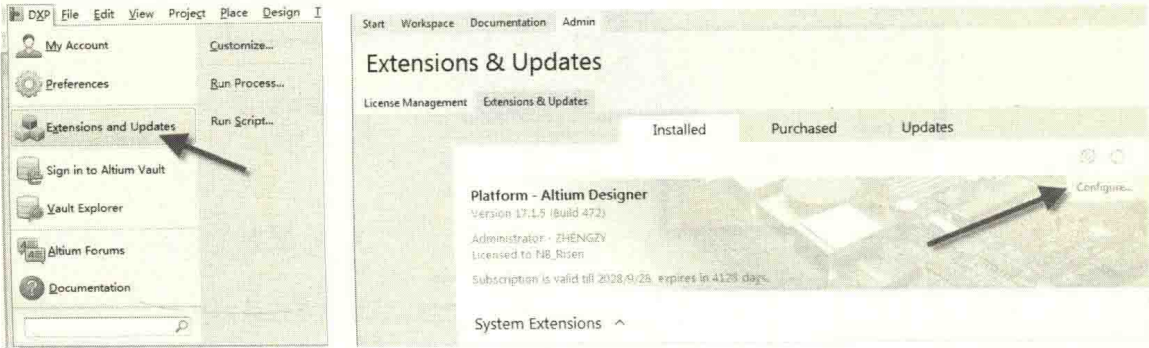

图 11-30 扩展及更新界面
(1) 准备好安装包（一般软件安装包里面是有这些插件的）。
(2) 打开 Altium Designer，执行菜单命令 “DXP-Extensions and Updates”，进入 “Extensions & Updates”（扩展及更新）界面，如图 11-30 所示。